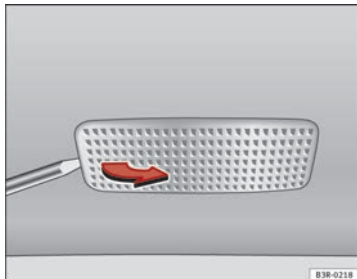

Abb. 224 Ausbau der Leuchte in der Sonnenblende
- Nehmen Sie die Leuchte vorsichtig heraus, indem Sie die flache Seite eines Schraubendrehers benutzen ⇒ Abb. 224.